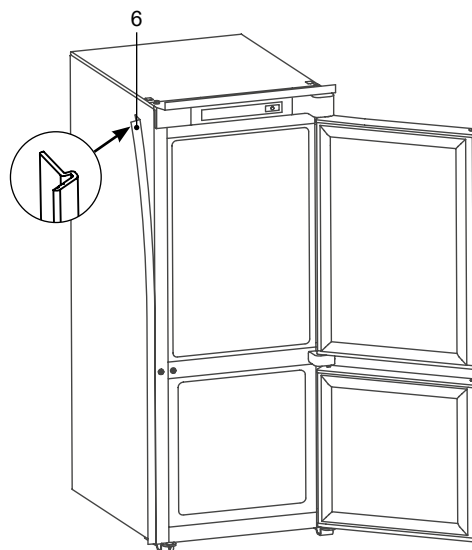

Figura 5 – Instalarea profilului decorativ
**3.1.5** Lipiți profilul decorativ 6 în conformitate cu figura 5, îndepărtând garnitura de protecție a stratului adeziv, pe suprafața laterală a frigiderului din partea de deschidere a ușii. Dacă este necesar, profilul trebuie scurtat la înălțimea mobilierului.